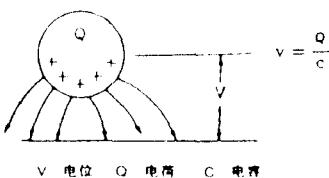

图 3 容性电
② 感应起电(图3),这是更微妙的起电形式,即带电的表面上静电场使邻近的导体极化,感应而生的电荷一有通路就会立即放电。